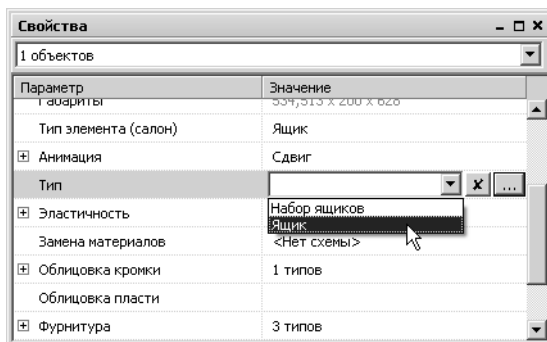

Рис. 18.25.
- ▼ Секции должен быть назначен тип, выбранный пользователем (рис. 18.25).